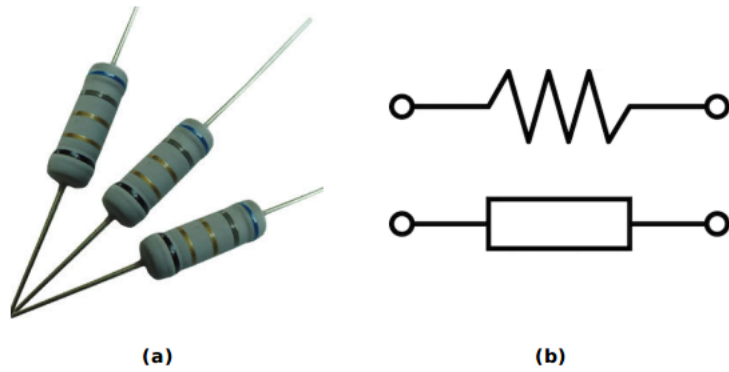

Figura 27: (a)Exemplo do componente físico "Resistor Fusível". (b) Exemplo da simbologia do componente "Resistor Fusível".
- Resistor fusível - possui um funcionamento semelhante a um fusível, geralmente ele possui um baixo valor de resistência. Quando ocorre níveis elevados de corrente, esse *resistor fusível* interrompe a passagem de corrente com o seu rompimento, conforme apresentado na Figura 27;